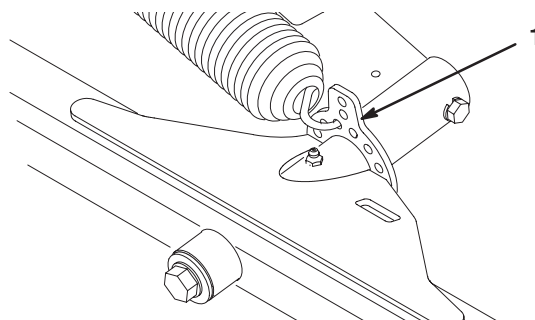

Bild 12
1. Haken Sie die Feder in das dritte Loch von oben an der Innenseite der Hubnasen der zwei vorderen Mähwerke und in die Hubnase des hinteren Mähwerks (Bild 12).